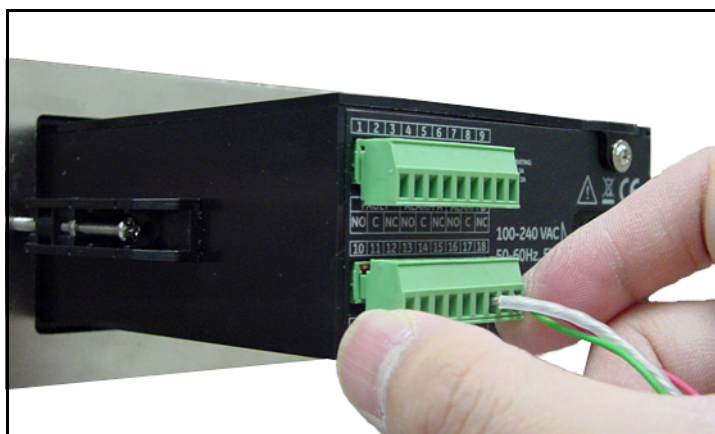

Figure 26: Réinsertion du connecteur dans le bornier
4. Réintroduisez le connecteur dans le bornier inférieur en face arrière du **dew.IQ** (voir *Figure 26* ci-dessous).